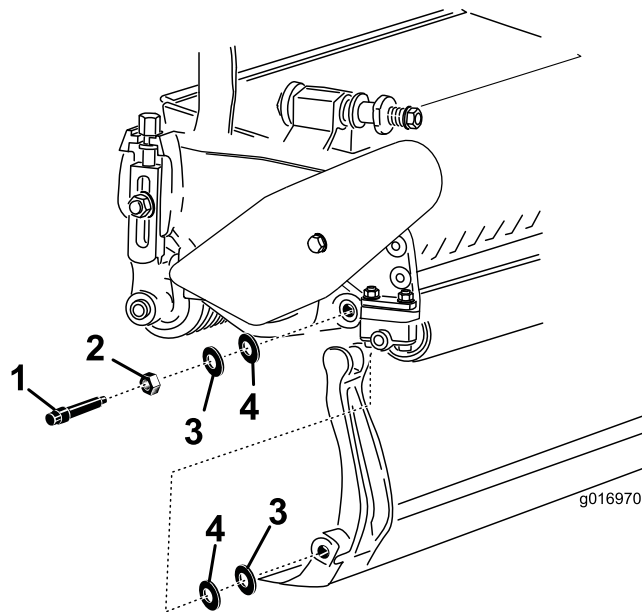

Рисунок 20
Не забудьте снять две нейлоновые и две штампованные стальные шайбы с каждой стороны планки неподвижного ножа (Рисунок 20).
3. Установите нейлоновую шайбу с каждой стороны выступа боковой пластины. Установите стальную шайбу с наружной стороны каждой из нейлоновых шайб (Рисунок 20).